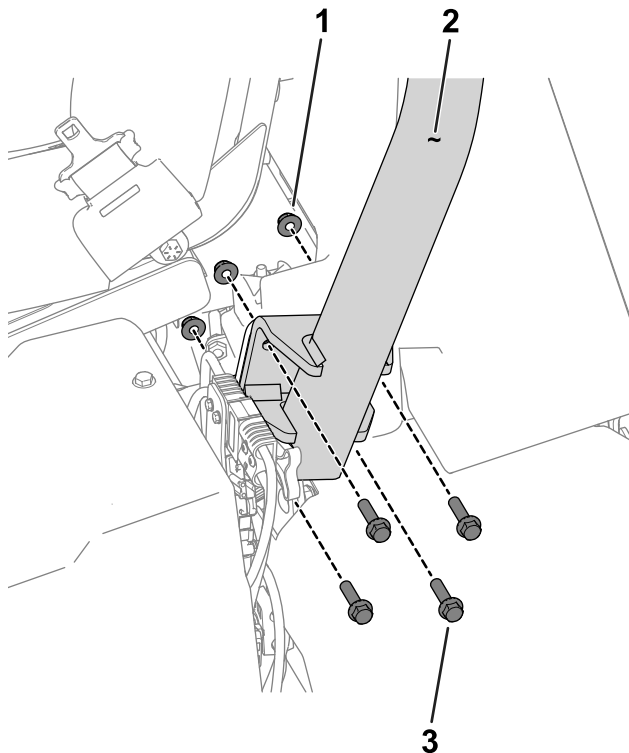

Figure 3
3. Avec 8 boulons à tête hexagonale ( $\frac{3}{8}$  x  $1\frac{1}{2}$  po) et 8 écrous ( $\frac{3}{8}$  po), fixez l'arceau de sécurité sur ses supports de chaque côté de la machine (Figure 3).